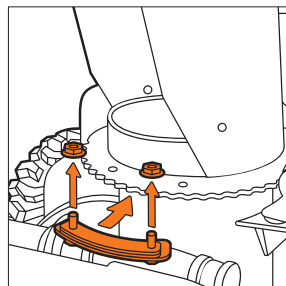

Рис. 12
- Установите специальные крепежи и зафиксируйте болтами (Рис. 12, 13, 14.1).